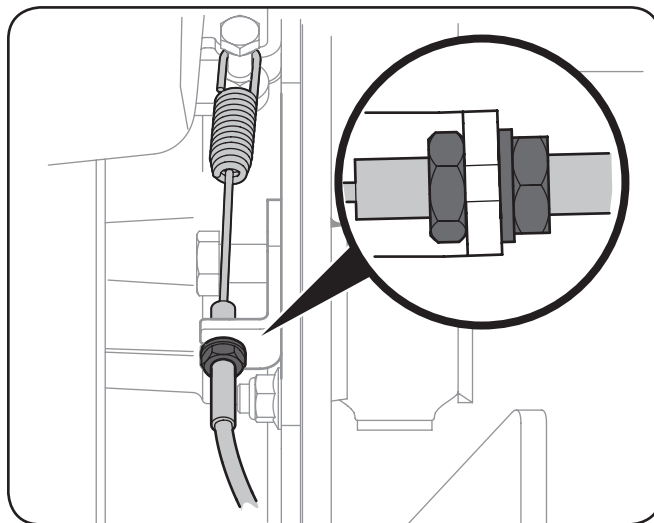

Figure 6-7
1. Repérez les écrous de la gaine du câble de frein situés entre le châssis et les pneus arrière. Voir Figure 6-7.
2. Ajustez les écrous de la gaine du câble de frein d'un tour complet et vérifiez que le frein s'engage bien. Répétez l'étape si le frein ne s'engage toujours pas. Voir Figure 6-7.